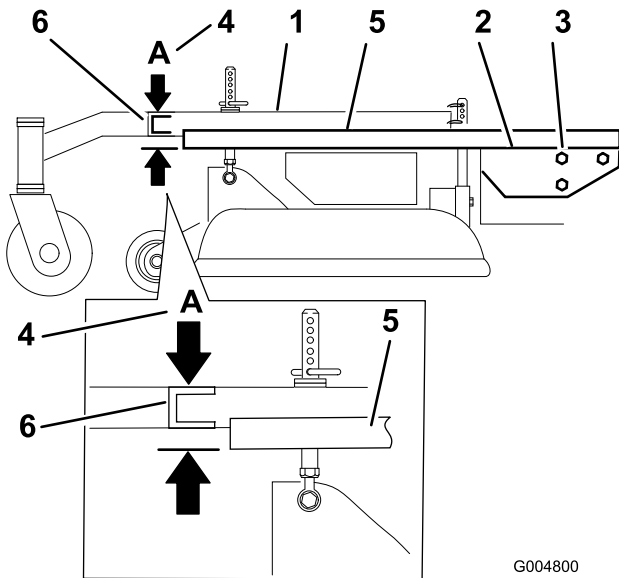

Figure 60
3. Placez une longue planche, ou autre objet similaire parfaitement droit en haut du plancher moteur, comme illustré à la Figure 60.
4. Au niveau du tube transversal du bâti porteur, mesurez la hauteur au point A (Figure 60). Elle doit être égale à 33 mm (1-5/16 po) \pm 6 mm (1/4 po).
6. Desserrez les boulons de montage du bâti porteur de chaque côté de la machine (Figure 60).
- Alignez le bâti porteur et le plancher moteur à la même hauteur qu'au point **A**, c.-à-d. 33 mm (1-5/16 po) ± 6 mm (1/4 po) (Figure 60).